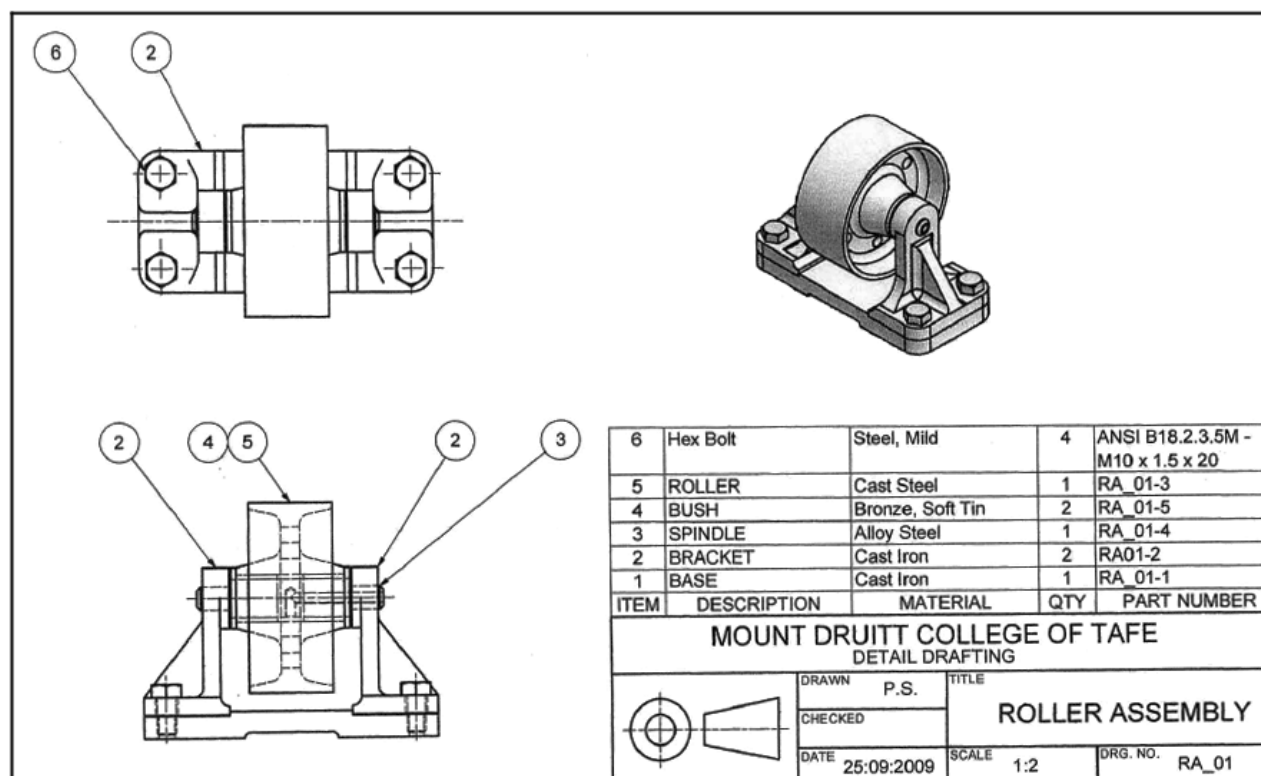

Рис. 1.10 Сборочный чертеж
- **сборочный чертеж**, который представляет форму, структуру и функциональность рассматриваемого объекта, состоящего из нескольких частей или элементов (рисунок 1.10);